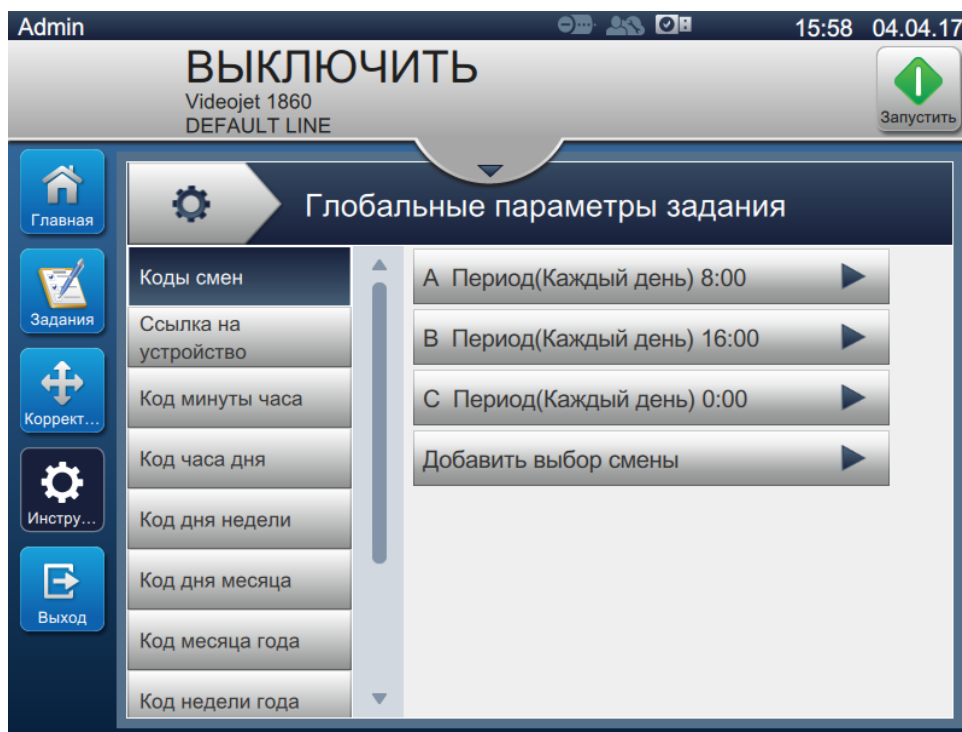

Рис. 6-15. Глобальные параметры заданий
1. Нажмите кнопку  на экране «Инструменты». Откроется экран «Глобальные параметры заданий», как показано на Рис. 6-15.